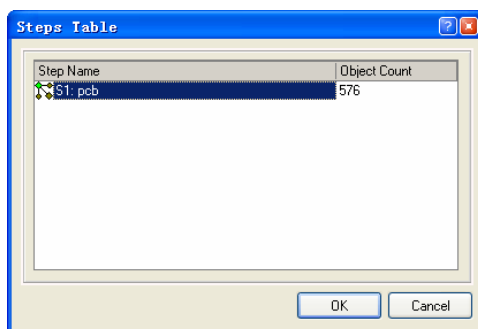

图 9.11 “Steps Table”对话框
(3) 在“Select Layers to Plot”列表中选择 ODB++文件的输出层。
(4) 在“Mechanical Layer (s) to Add to All Plots”编辑框中勾选“Mechanical 1”，将机械层加到 ODB++输出文件中。
(5) 在“Miscellaneous Options”区域取消“Unconnected Pads”选项的勾选状态，设置生成的 ODB++文件中不包括未连接的焊盘，勾选“Generate DRC Rules”项，设置建立 DRC 规则输出文件。
(6) 在“ODB++Setup”对话框右下部的轮廓选择下拉列表中选择“Board Outline”设置生成的 ODB++文件预览层的轮廓。
(7) 在“ODB++Setup”对话框中完成 ODB++文件的参数设置后，单击“OK”按钮，打开如图 9.11 所示的“Steps Table”对话框。